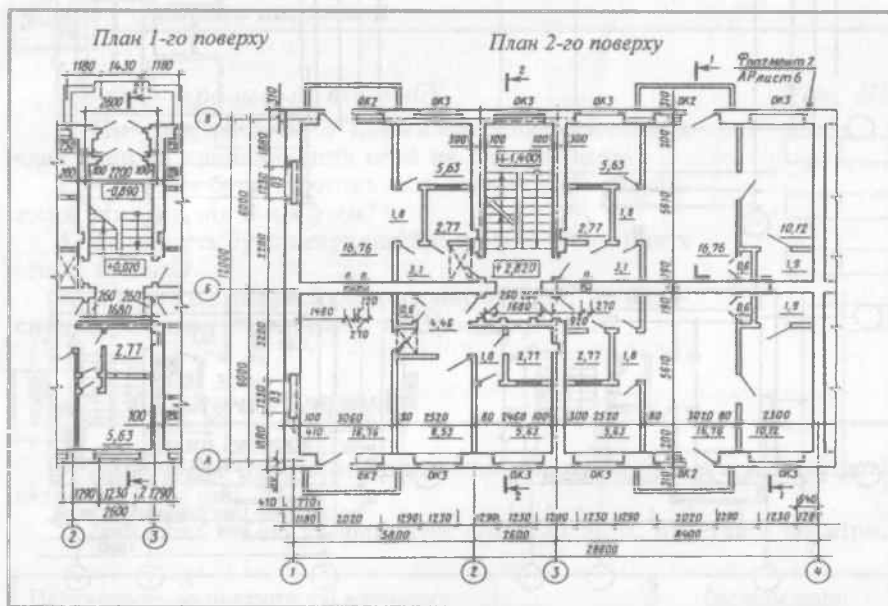

Рис. 19
2. На планах поверхів вказують назви приміщень (рис. 19). Перелік назв також може бути наведений в експлікації (таблиці)